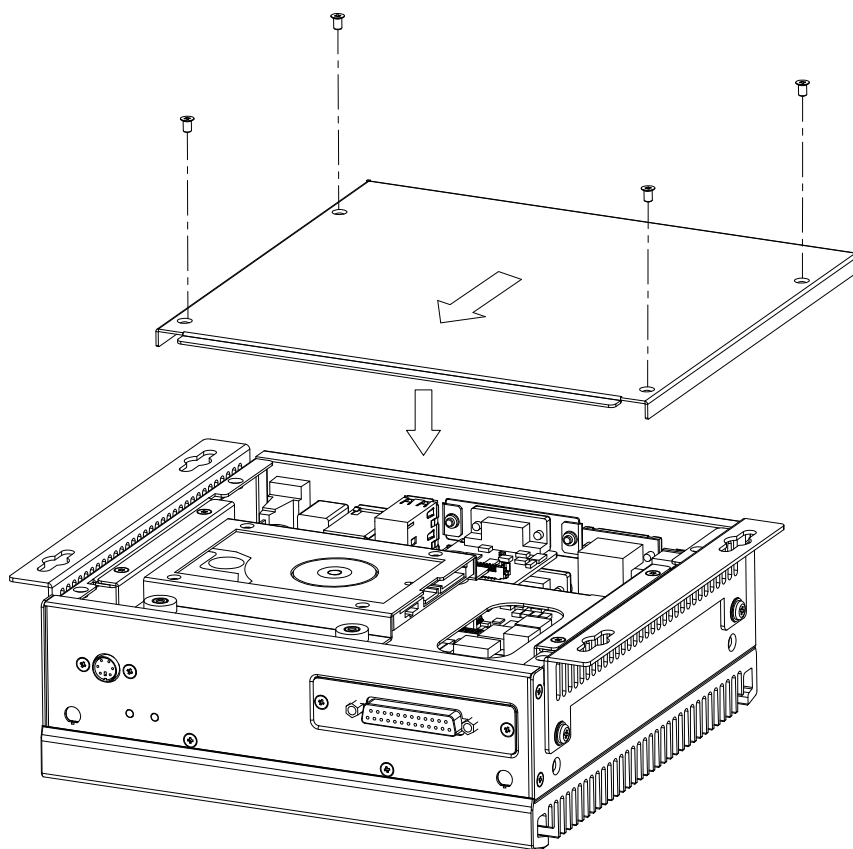

图 3.4：安装上盖
1. 按照图 3.4 上盖所示的方向将切口端插入机箱前面板处，然后压好。